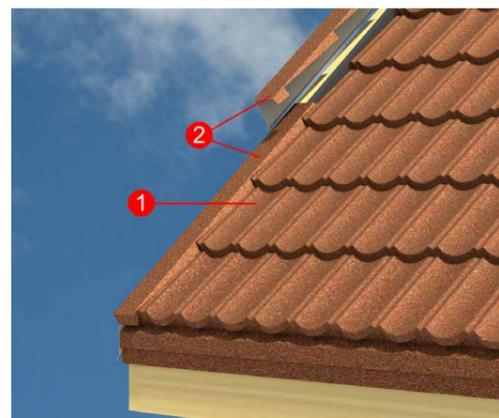

рис. 19
7.6.2. Монтаж фронтовых планок производят снизу вверх с нахлестом 150 мм. Планки крепят механически к торцевой рейке и ветровой доске (рис. 19).